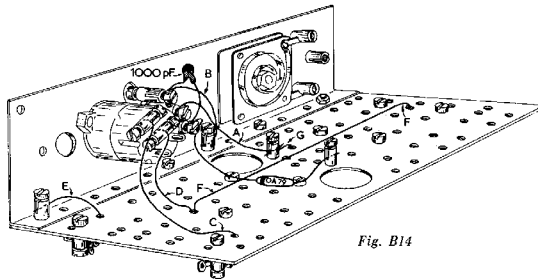
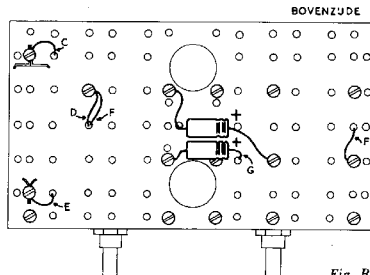

Fig. B14
Fig. B16
8. Sluit de diode OA 79 aan en let daarbij op de witte merkstreep, die aan de zijde van de potentiometer moet komen (fig. B14). Sluit daarna ook de condensator aan en leg vervolgens de **blanke draden** die gemerkt zijn met **A** (lengte 4½ cm) en **B** (lengte 5½ cm). De (eveneens blanke) **leidingen C, D, E en F** (resp. 9, 6, 4 en 16 cm lang) worden nu gevoerd door gaten in de bruine isolatieplaat en aan de andere zijde hiervan aangesloten. Let er goed op, dat je de juiste klemmen neemt. Kijk voor het monteren van deze draden daarom alvast naar fig. B16, daar vind je dezelfde letters weer terug.
9. Breng deze twee elektrolytische condensatoren aan zoals in fig. B16 is getekend. Eén aansluitdraad van één van deze twee condensatoren is in tekening B14 gemerkt met de letter **G**. In fig. B14 vind je deze aansluitdraad met dezelfde letter gemerkt terug.